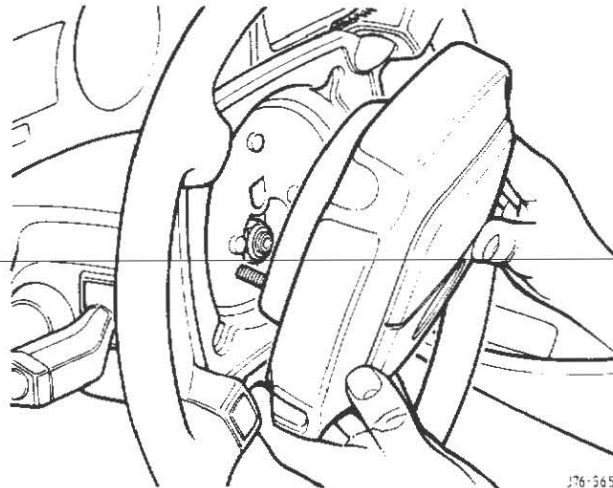

FIG 6
- 3 Remove the module (Fig 6).